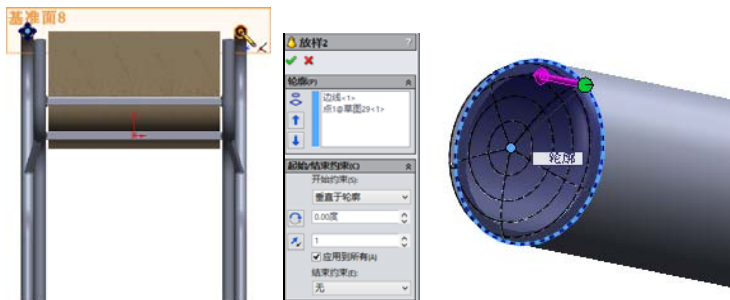
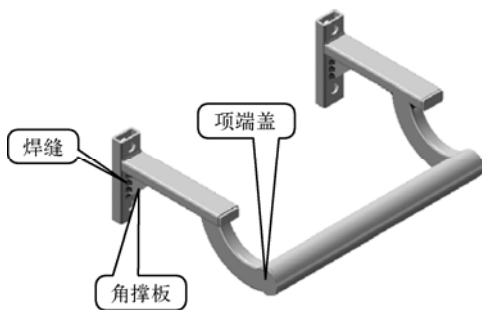

图 4-41 创建参考点并放样出管端的特征
图 4-43 附加焊件
STEP 11 进入新创建基准面的草绘模式，添加两个与椅把截面同圆心的两个基准点，如图 4-43 左图所示，然后单击“放样/凸台-基体”按钮，以椅把的外围轮廓和刚创建的基准点为轮廓，以“开始约束”为垂直与轮廓方式，创建的椅把端口处的封闭件，如图 4-41 右图所示。
所谓“附加焊件”，这里主要指附加到焊件上的对焊件起连接作用的“焊缝”“角撑板”和“顶端盖”，其效果如图 4-43 所示，下面看一下相关创建操作。